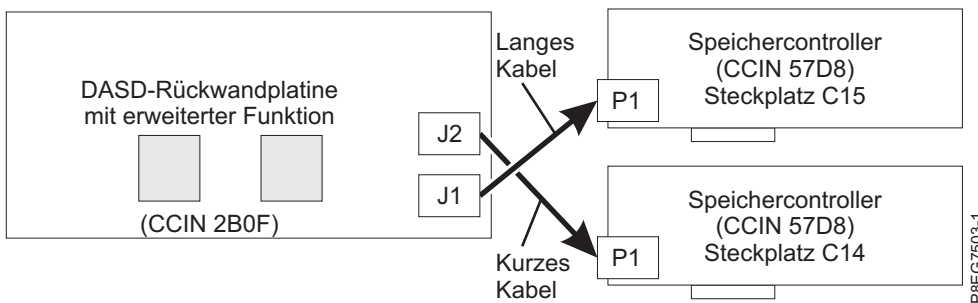

Abbildung 7. SAS-Kabel in einer Konfiguration mit erweiterter Funktion wieder anschließen
- Wenn Sie über zwei interne PCIe3-x8-SAS-RAID-Adapter mit Cache (CCIN 57D8) verfügen (erweiterte Funktion), verbindet das kurze SAS-Kabel den Anschluss an der Rückwandplatine des oberen Plattenlaufwerks (J2) mit dem Anschluss P1 am internen SAS-RAID-Adapter in Steckplatz P1-C14. Das lange SAS-Kabel verbindet den Anschluss an der Rückwandplatine des unteren Plattenlaufwerks (J1) mit dem Anschluss P1 am internen SAS-RAID-Adapter in Steckplatz P1-C15. Siehe Abb. 7.